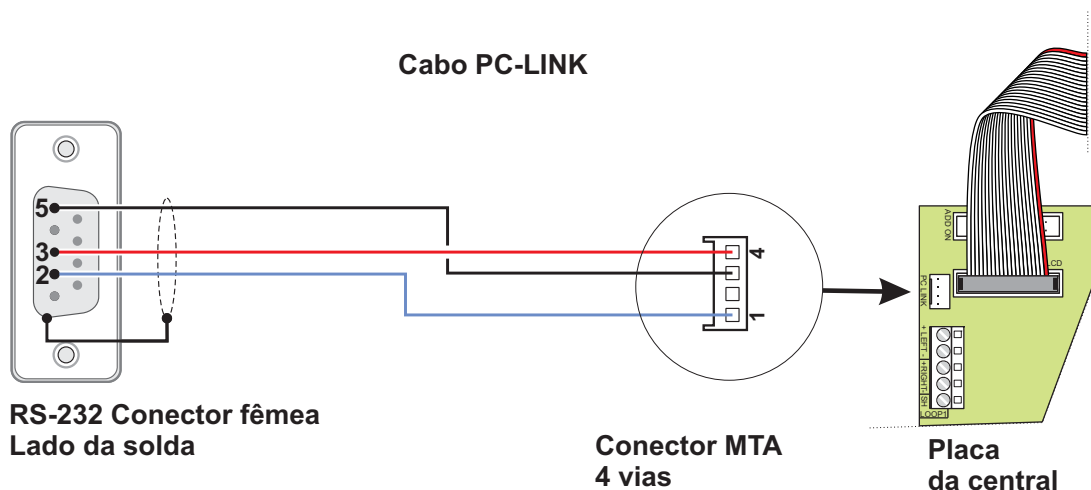

Figura 15 Diagrama esquemático do cabo PCLINK.
- ligar o conector PCLINK da central (ver Figura 3, item 40) a uma porta em série do PC usando o cabo PCLINK (item acessório, ver Figura 15) ou usar a tomada USB da central (ver Figura 3 item 26) e um cabo USB (Tipo A-A) ou um cabo USB (508.032.037) USB 5M (comprimento 5m).